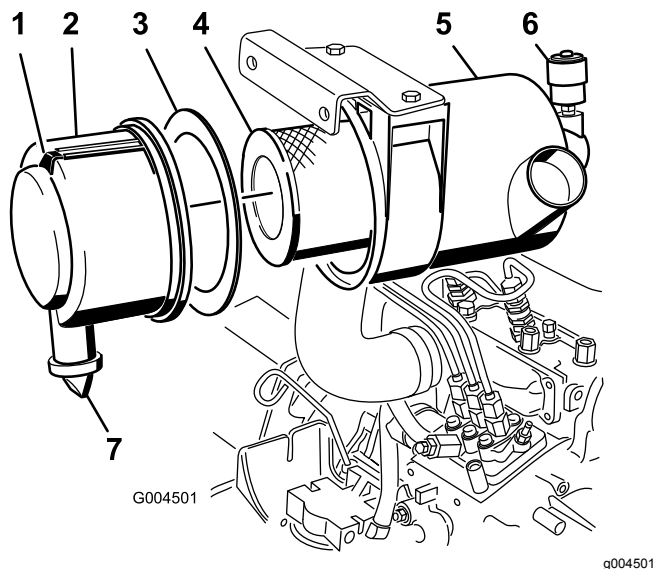

Рисунок 26
2. Проверьте всю систему подачи воздуха на наличие протечек, повреждений, или ослабления шланговых хомутов (Рисунок 26).